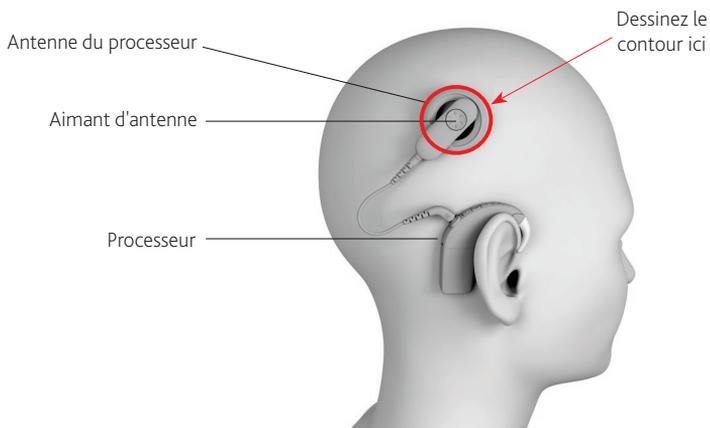
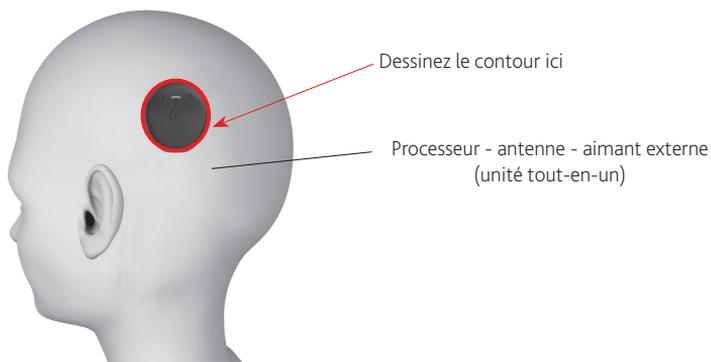

Figure 3 : Emplacement du processeur en contour d'oreille (Behind-The-Ear), de l'antenne et de l'aimant d'antenne du processeur
Figure 4 : Emplacement du processeur OTE (hors oreille), de l'antenne et de l'aimant externe
1. Avant d'entrer dans la salle d'IRM et avant de retirer le processeur, dessinez un contour de l'antenne du processeur en contour d'oreille ou de l'unité tout-en-un OTE sur la tête du patient - voir *Figure 3* et *Figure 4*. Une fois le processeur retiré, marquez la position centrale du contour ; il s'agit de l'emplacement de l'aimant de l'implant. Le cas échéant, rasez la tête du patient à l'endroit de l'aimant de l'implant pour que cette marque soit plus visible et plus facile à localiser lors de la pose de l'attelle. Ce marquage est essentiel pour garantir le bon positionnement de l'attelle. Répétez cette étape pour les porteurs bilatéraux.